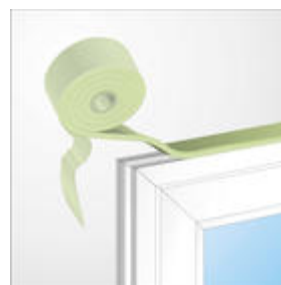

Bild 2: Komplette Abdichtung in einem Arbeitsschritt
- Das überkomprimierte Anfangs-/ Endstück abschneiden und das Band mithilfe der Selbstklebung aufkleben (Bild 2). Sollte bei tiefen Temperaturen (unter +1°C) die Selbstklebung nicht ausreichend haften, dann ist das Band warm vorzulagern. Beim Ablängen des Bandes 2 cm/m dazugeben. Bei geringen Fugen breiten empfiehlt sich das Anfeuchten des Bandes.